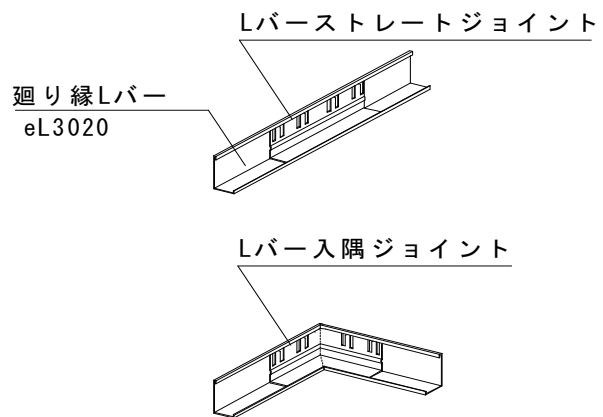
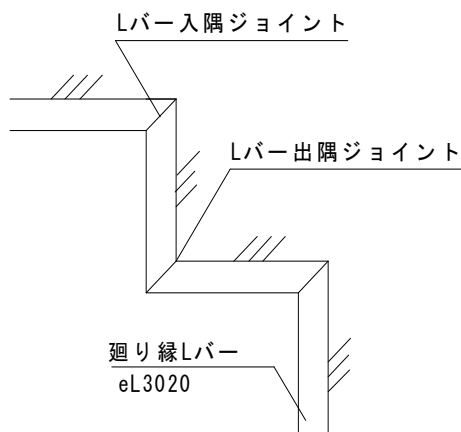

図2-4 廻り縁Lバーのジョイント
図2-5 廻り縁Lバーの出隅、入隅
- ④切断は化粧面から金切り鋸にて行います。
- ⑤切断部分は細目のヤスリにて面合わせを行います。
- ⑥廻り縁Lバーのストレートの接続はLバーストレートジョイントを使用します。(図 2-4 参照)
- ⑦出隅、入隅は廻り縁Lバーを 45 度で切断し、Lバー出隅ジョイント及びLバー入隅ジョイントを使用して接続します。(図 2-4、図 2-5 参照)